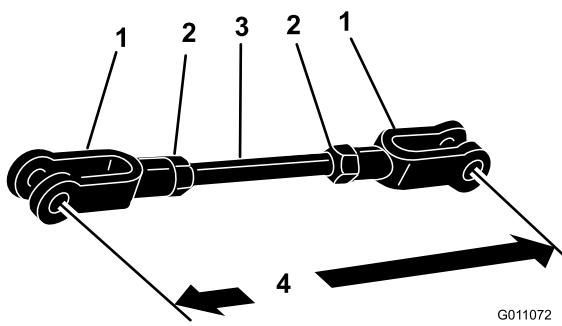

Figura 12
- 6. Installate i dadi e le forcelle sull'asta filettata (Figura 12).
- 7. Regolate le forcelle finché i centri dei fori non sono distanziati di 228,6 mm (Figura 12).